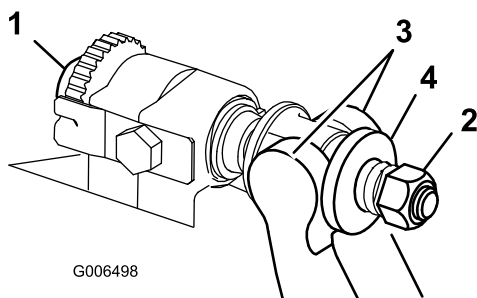

Figura 33
1. Ruotate le viti di regolazione della barra di appoggio in senso antiorario per allontanare la controlama dal cilindro (Figura 33).
2. Allentate il dado di tensione della molla, finché la rondella non sarà più in tensione contro la barra di appoggio (Figura 33).